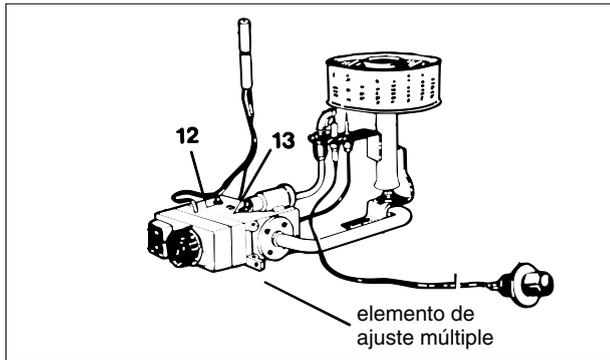

Figura 2
1. Para la medición de la presión de boquilla retirar el tornillo del racor del manómetro (figura 2, posición 13) e introducir la manguera del manómetro.
5. Retirar el tornillo del racor del manómetro (figura 2, posición 12) y colocar la manguera del manómetro.